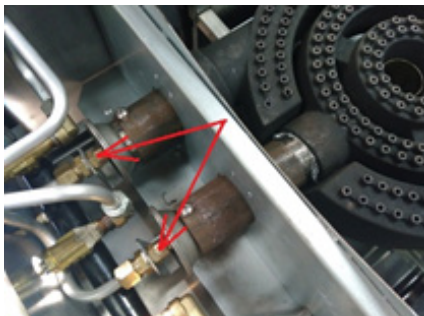

Fig. 6
2. Dévisser l'injecteur pour gaz naturel dans le sens inverse des aiguilles d'une montre, puis y visser l'injecteur pour GPL (Fig. 6).